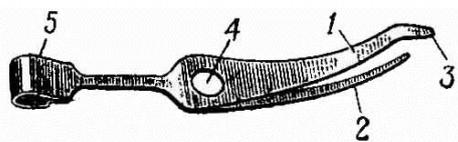

Рис. 36. Боевая пружина:
**Боевая пружина** (рис. 36) служит для приведения в действие курка, рычага взвода и спусковой тяги. Она имеет: широкое перо для действия на курок; узкое перо для действия на рычаг взвода и спусковую тягу; в средней части - отверстие для надевания пружины на прилив с